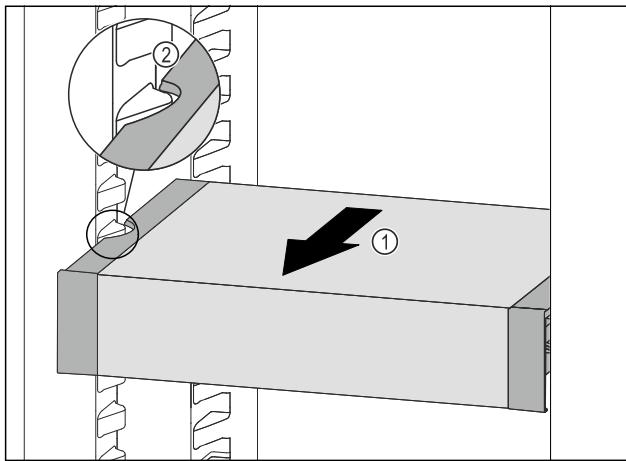

Fig. 63
- ▶ Потягнути VarioSafe вперед Fig. 63 (1), поки бокові загиблення VarioSafe не опиняться на рівні ребра для резервуара в охолоджувальному відділенні. Fig. 63 (2)